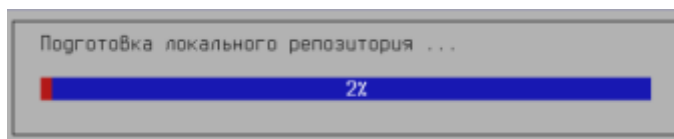

Рисунок 22 — Ход установки
2) При выборе продолжения установки, она продолжится в автоматическом режиме вплоть до завершения (Рисунок 22).